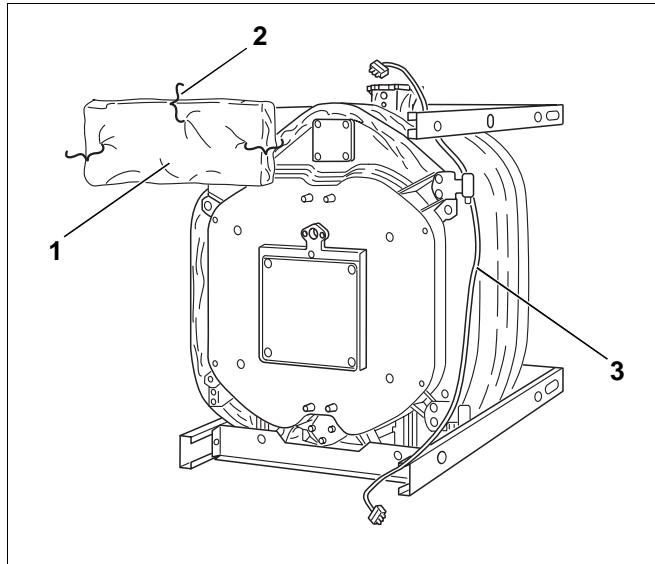

Рис. 39
- Прямоугольный элемент теплоизоляции надеть на переднюю верхнюю траверсу (рис. 39, **поз. 1**).
- Закрепить теплоизоляцию тремя пружинами (рис. 39, **поз. 2**).
- Провести кабель горелки (рис. 39, **поз. 3**) вниз по изоляции сбоку котла.